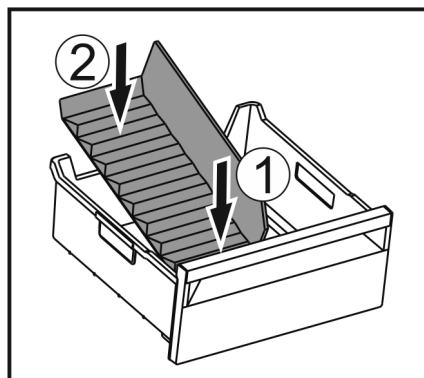

Fig. 238
- Vložte přední část přepážky přihrádky na led. Fig. 238 (1)
- Zadní část přepážky přihrádky na led spusťte až na dno zásuvky. Fig. 238 (2)